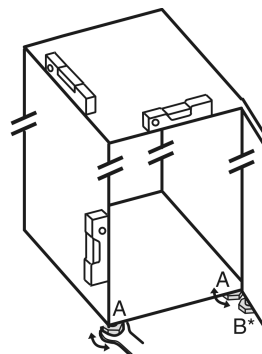

Fig. 4
- ▶ Seřizovací nožky Fig. 4 (A) vyšroubujte pomocí příloženého vidlicového klíče a pomocí vodováhy, dokud nebude spotřebič pevně vyrovnaný.
- ▶ Seřizovací nožku Fig. 4 (B) na stojanu ložiska vytáchejte pomocí příloženého vidlicového klíče, až dosedne na zem.
- ▶ Seřizovací nožku Fig. 4 (B) otáchejte dál o 90°.